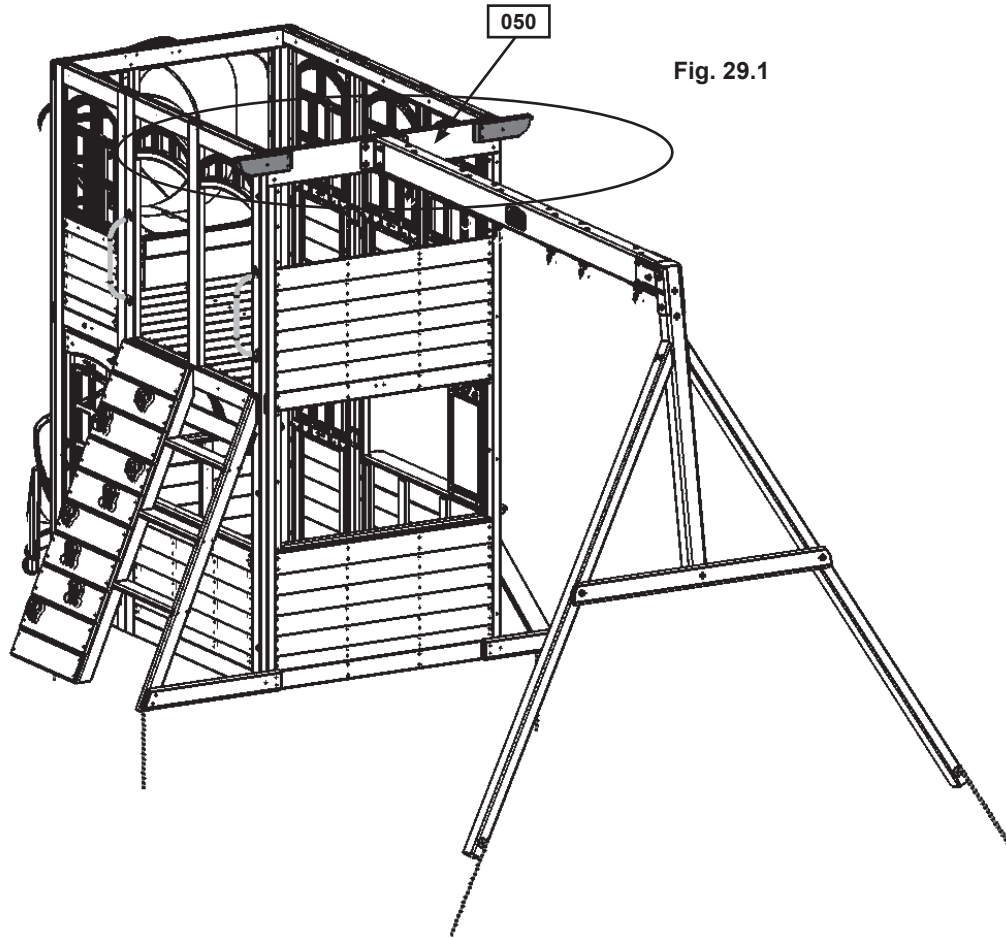

Fig. 29.1
A : Du côté droit, placez 1 (290) bout de toit pour qu'il affleure le haut du (050) panneau de balançoire, mesurez pour que la planche dépasse de 4 7/8 po, puis fixez avec 2 (S11) vis à bois n° 8 x 2 po et 1 (S4) vis à bois n° 8 x 3 po. (fig. 29.1 et 29.2)
B : Répétez l'étape A pour 1 (291) bout de toit gauche. (fig. 29.1 et 29.2)